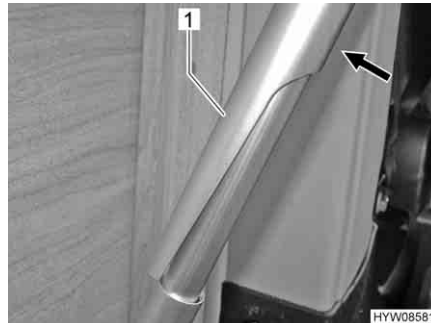

Fig. 45 Piede di sostegno (sbloccato)
- Spingere la parte superiore del piede del tavolo (Fig. 45,1) verso la parete esterna (Fig. 45).